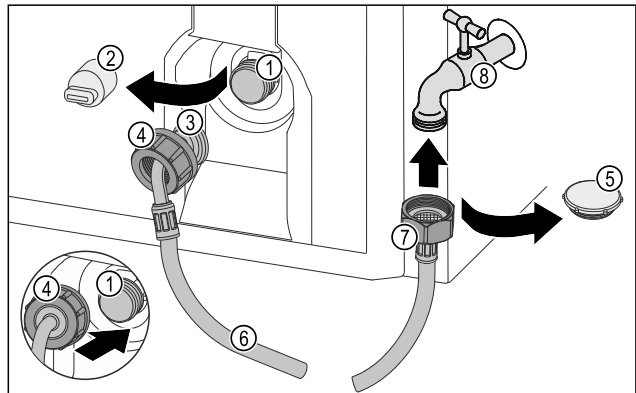

Fig. 15
- ▶ Sluitdop Fig. 15 (5) verwijderen.
- ▶ Rechte slangendeinde Fig. 15 (7) op de waterkraan Fig. 15 (8) plaatsen.
- ▶ Moer op het rechte slangendeinde Fig. 15 (7) rechtsom vastdraaien.